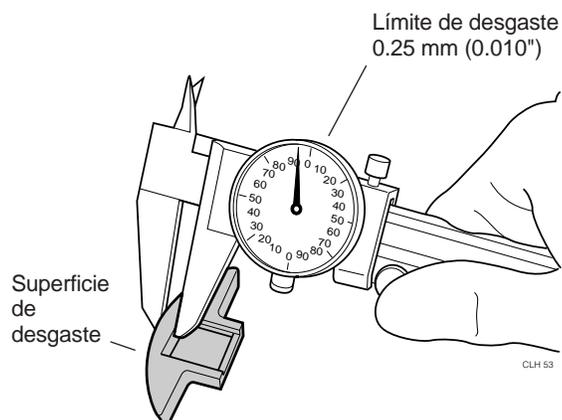

Figura 6.18 Midiendo el desgaste de la zapata
Paso 3. Inspeccione las zapatas del embrague buscando señales de desgaste y daños por recalentamiento. El límite de desgaste en las zapatas es de 0.25 mm (0.010") en comparación con las piezas nuevas. (Figura 6.18)